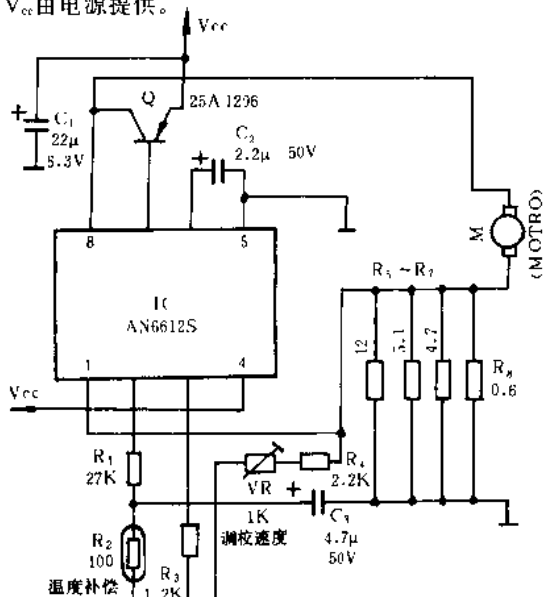

图3 爱华 T33 马达控制电路原理图
爱华 T33 随身听马达控制电路原理如图3。图中 IC ①脚和外接扩展驱动三极管 Q 发射级所加的工作电压 $+V_{cc}$ 由电源提供。